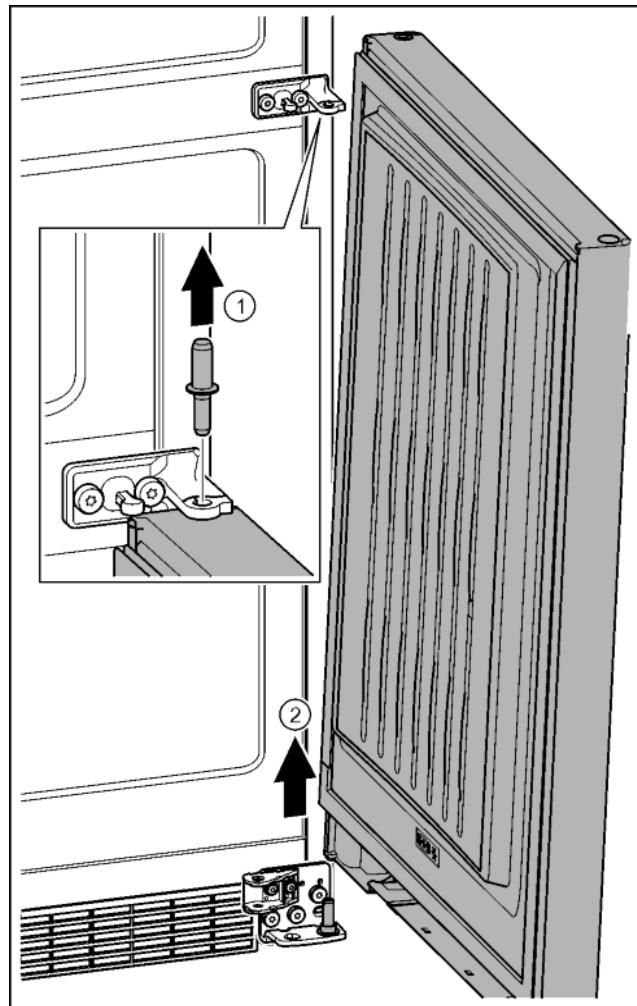

Fig. 24
- Извлечь пальцы движением вверх. Fig. 24 (1)
- Отклонить дверь, приподнять вверх и отставить в сторону. Fig. 24 (2)